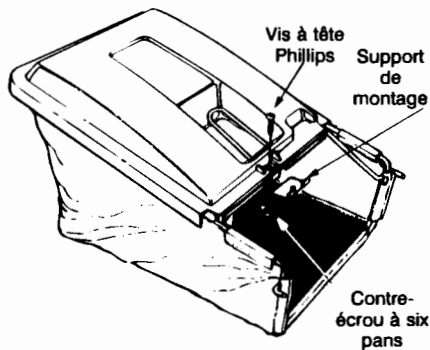

Figure 10
6. Placez le support de montage sous la poignée, les pattes du support vers le haut. Enfoncez la vis à tête Phillips dans le couvercle rigide et dans le support de montage. Attachez avec un contre-écrou à six pans. Voir la figure 10.